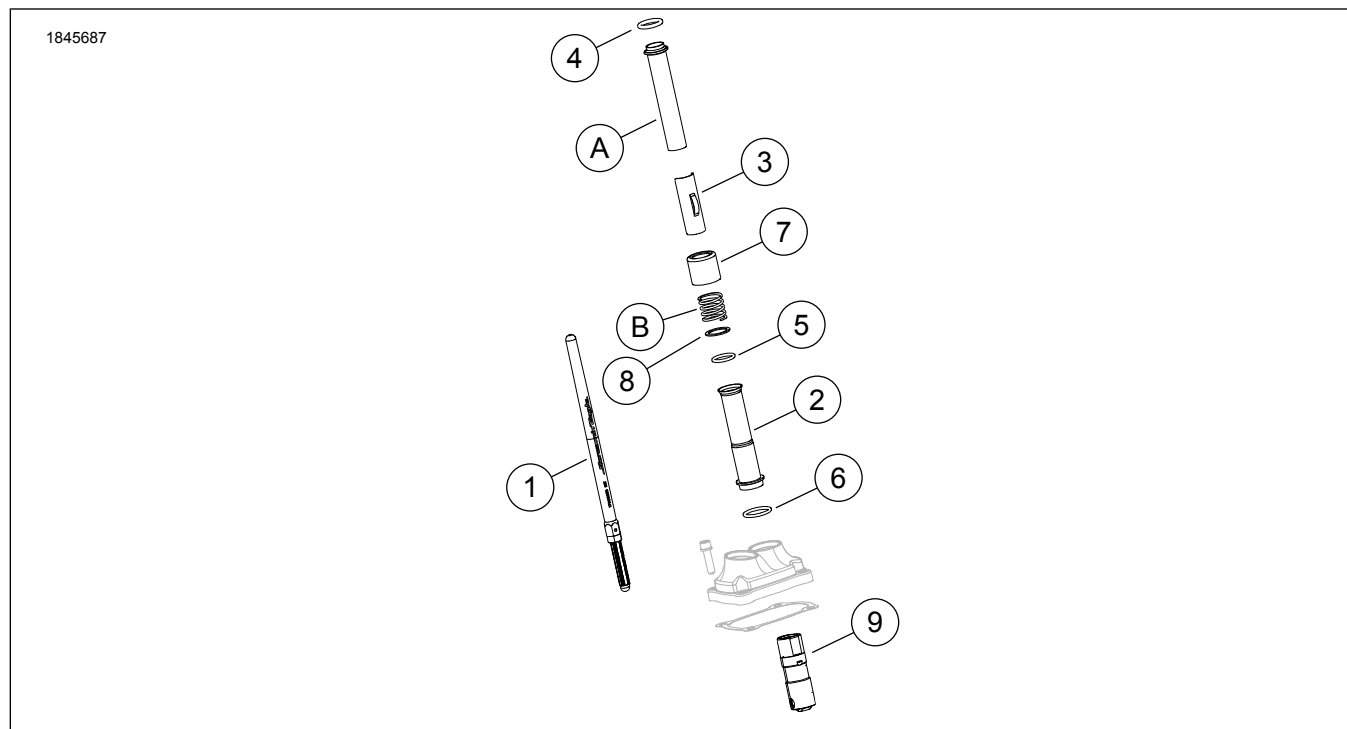
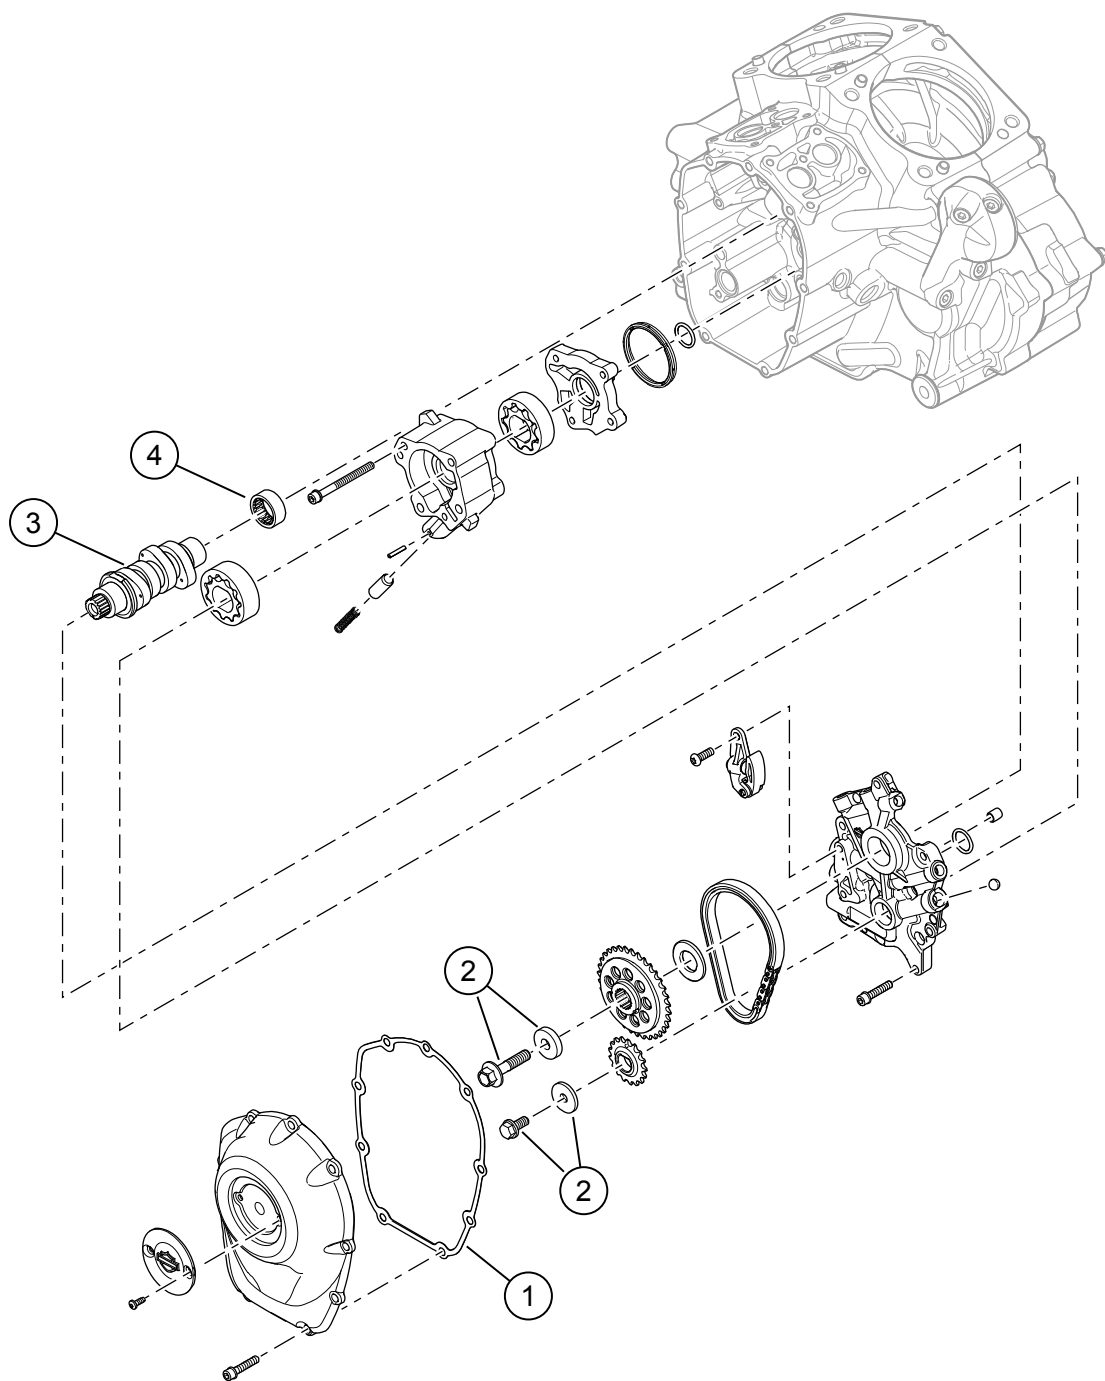

図1。キット内容: Screamin' Eagle Milwaukee-Eight ステージ2 キット
図2。キット内容:Screamin' EagleMilwaukee-Eightステージ2キット
「図1」および「図2」を参照してください。
1. 図2を参照してください。オイルポンプを取り付けます。サービスマニュアルを参照してください。